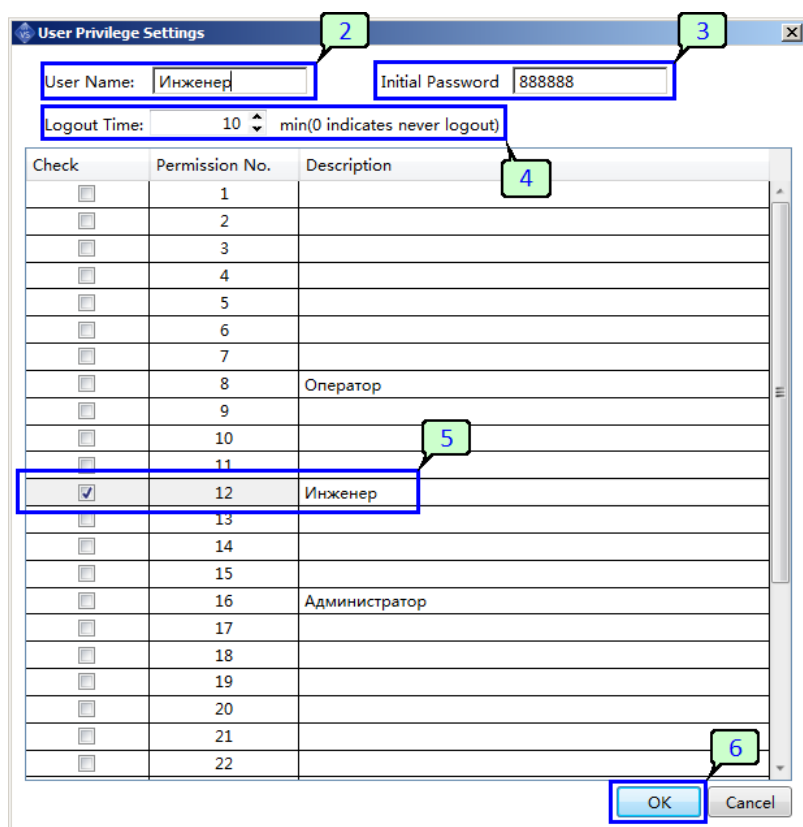

Рисунок 113 - Добавление нового пользователя
1. Нажмите "Добавить", чтобы открыть диалоговое окно добавления нового пользователя (рисунок 113).